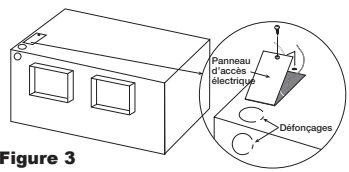

Figure 3
2. Détacher le passage de câbles défonçable sur le dessus ou le côté, en fonction de la direction de câblage, en le repliant d'un côté à l'autre pour casser les languettes (Figure 3).